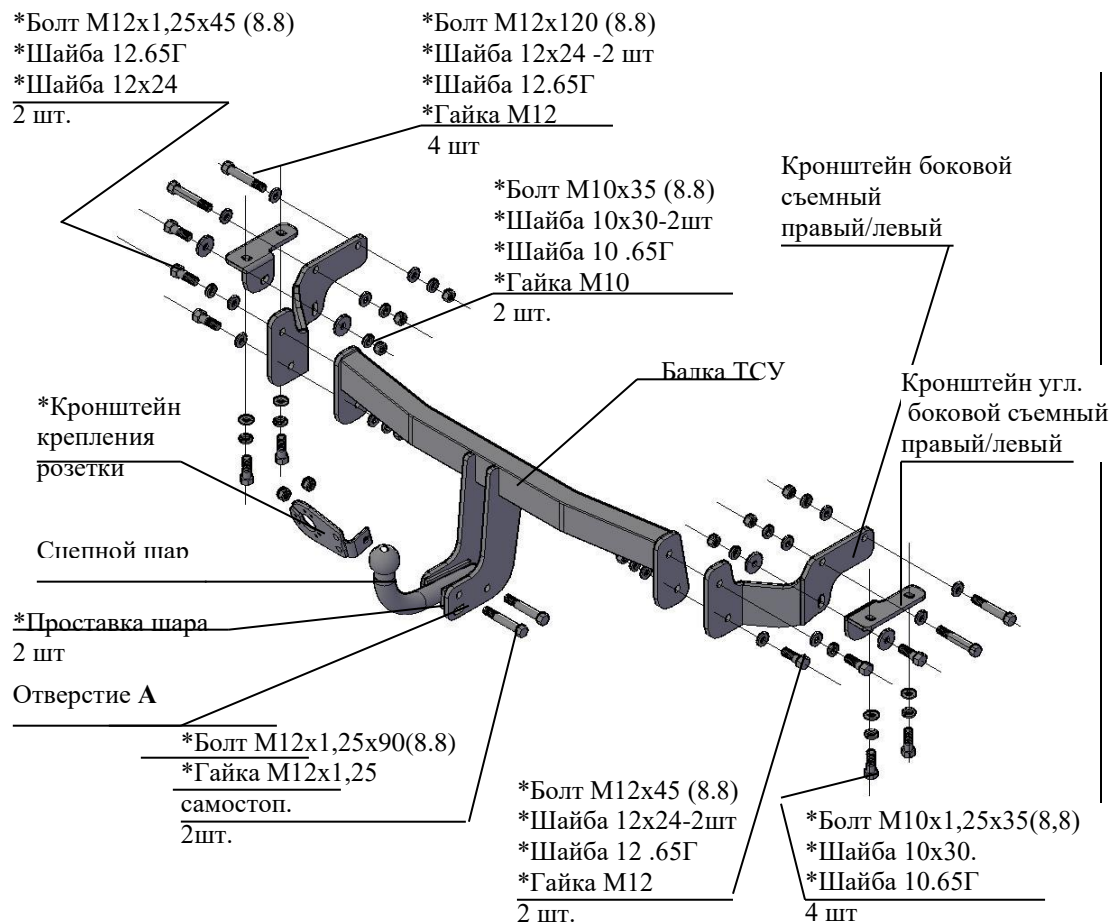

Рис.1 Тягово-сцепное устройство 7231
2.1 ТСУ 7231 в сборе (рис.1)	1 шт.
2.2 Пакет с комплектующими (см. рис.1)+защитный колпак	1шт+1 шт.
4.2 Закрепить боковые съемные кронштейны ТСУ (правый и левый соответственно рис.1) к боковым внутренним полкам лонжеронов а/м болтами М12х120 гайками М12, подложив под головки болтов шайбы 12х24, под гайки - шайбы 12.65Г и шайбы 12х24. Крепеж не затягивать.
4.3 Закрепить угловые боковые съемные кронштейны ТСУ (правый и левый соответственно рис.1) к нижним полкам лонжеронов а/м болтами М10х1,25х35 (используя штатные приварные гайки), подложив под головки болтов шайбы 10.65Г и шайбы 10х30. Крепеж не затягивать.